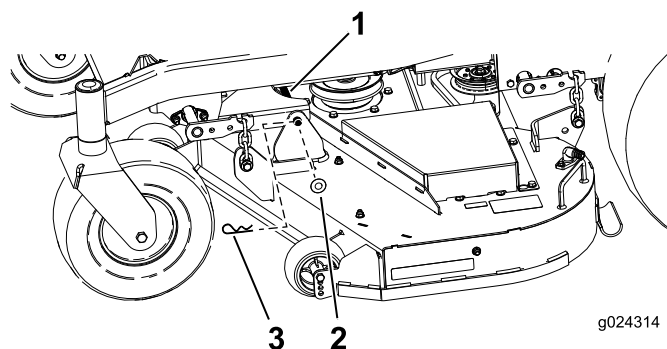

Figura 75
- Remova o contrapino e anilha que prende o pino de articulação comprido à estrutura e plataforma; remova a barra de ligação (Figura 75).
9. Prenda o pino de articulação com os contrapinos e anilhas removidos previamente (Figura 75).